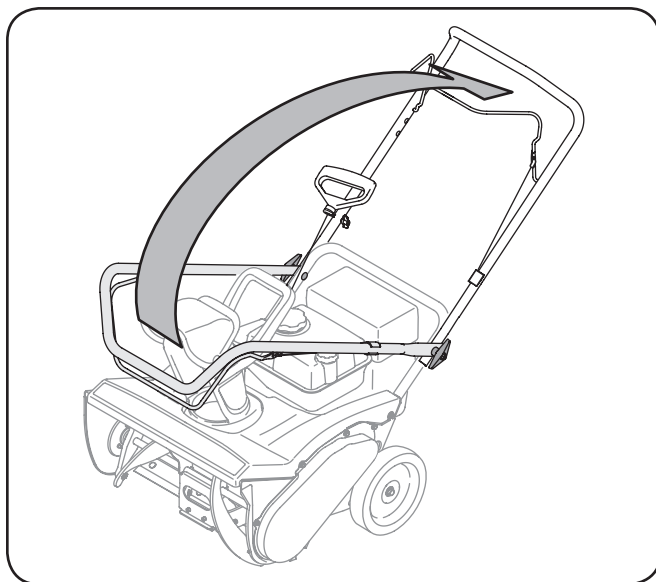

Figura 3-1
1. Gire la barra de control superior hasta la posición de operación, como se ilustra en la Figura 3-1 hasta que quede en su lugar, cuidando de no pellizcar el cable en el proceso.